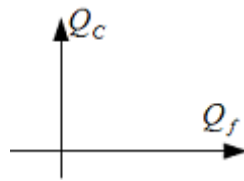

FIGURE 5.3 – Plan d'étude d'un diagramme de Raveau
**Diagramme de Raveau** C'est le diagramme des zones de fonctionnement dans le plan  $Q_C, Q_f$  (Voir *Figure 5.3*)